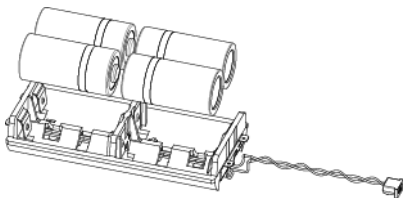

Figure 11
3. Insérez les piles neuves en respectant les polarités (*reportez-vous à la Figure 11*).
2. Ouvrez le couvercle du compartiment à piles et déconnectez le câble des piles (voir Figure 11).